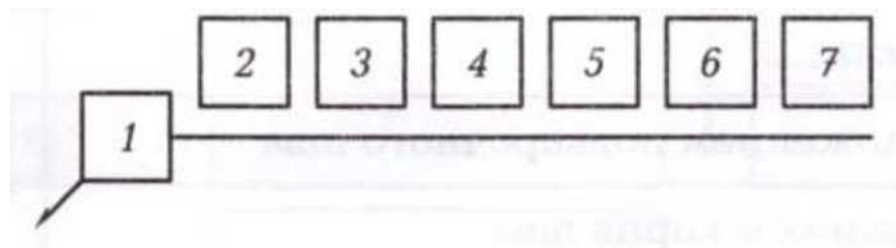

Рис.6 Обозначение сварных швов на чертеже
22. Пользуясь рис.6, а также табл.2 и 3, расшифруйте условные обозначения сварных соединений: